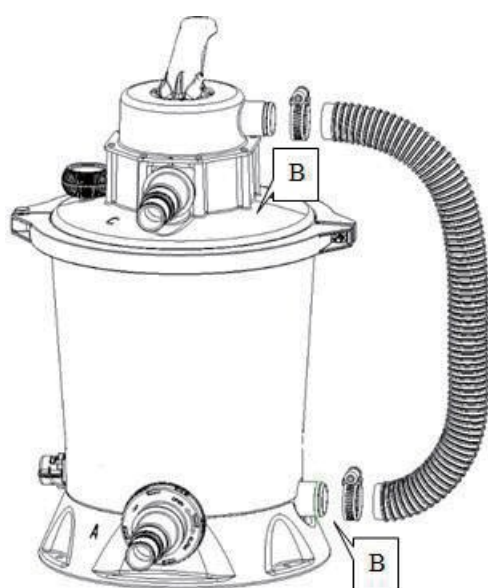

Рис. 16
Как показано на Рис. 16 и 17, соедините сифон $\varnothing 38$ (23) между портом В регулирующего клапана и портом В двигателя и затяните кольцо 32-50 (21) плоской отверткой.